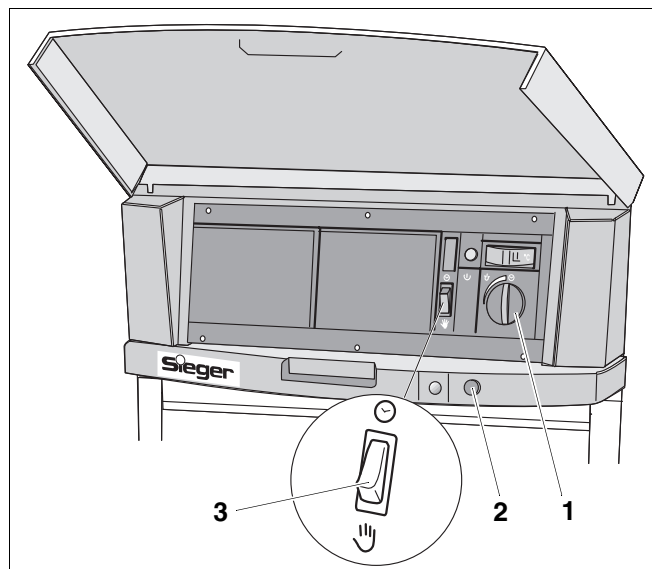

Abb. 3 Regelgerät
Nehmen Sie Ihren Heizkessel über das Regelgerät in Betrieb (Abb. 3). Mit der Inbetriebnahme des Regelgerätes nehmen Sie automatisch den Brenner mit in Betrieb. Der Brenner kann anschließend vom Regelgerät gestartet werden. Weitere Informationen dazu können Sie in der Bedienungsanleitung des jeweiligen Siegercontrol-Reglers oder Brenners nachlesen.
- Stellen Sie bei eingebauter Siegercontrol-Regelung den Betriebsartenwahlschalter (Abb. 3, **Pos. 3**) auf „☺“ (Automatik-Betrieb) – ohne Siegercontrol-Regelung auf „☞“ (Handbetrieb).
- Stellen Sie den Kesselwasser-Temperaturregler (Abb. 3, **Pos. 1**) auf die gewünschte Temperatur ein. Der untere Anschlag entspricht 50 °C, der obere 75 °C. Die Sperre bei 75 °C können Sie durch Herausziehen des Kesselwasser-Temperaturreglers (ca. 2 mm) überwinden. Der Regelbereich reicht dann bis 90 °C.
Bei eingebauter Siegercontrol-Regelung und bei externer Regelung müssen Sie den Betriebsartenwahlschalter (Abb. 3, **Pos. 3**) immer auf „☺“ stellen.
- Stellen Sie den Betriebsartschalter (Abb. 3, **Pos. 2**) in Stellung „I“ (EIN).
- Stellen Sie den Betriebsschalter (Abb. 3, Seite 8) in Stellung „0“ (AUS).